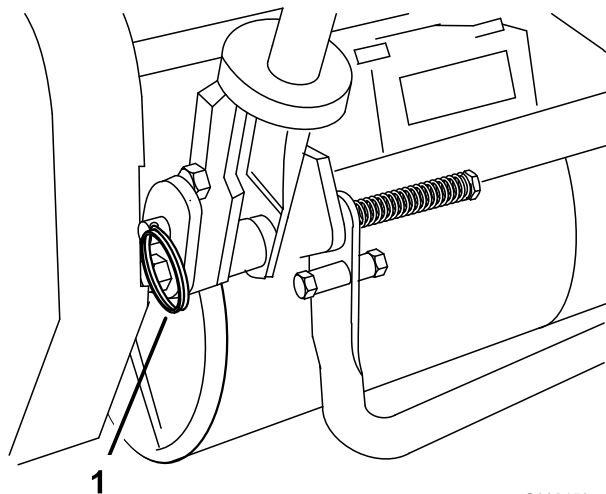

Bild 6
1. Nehmen Sie auf jeder Seite des Rasenmähers die Splinte von den Ringstiften ab (Bild 6).